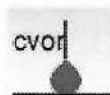

Figura 12: Cursor en un campo de texto
- Para mover el cursor, toque el texto del campo de texto para mostrar el cursor y luego muévalo en dirección horizontal (Figura 12).